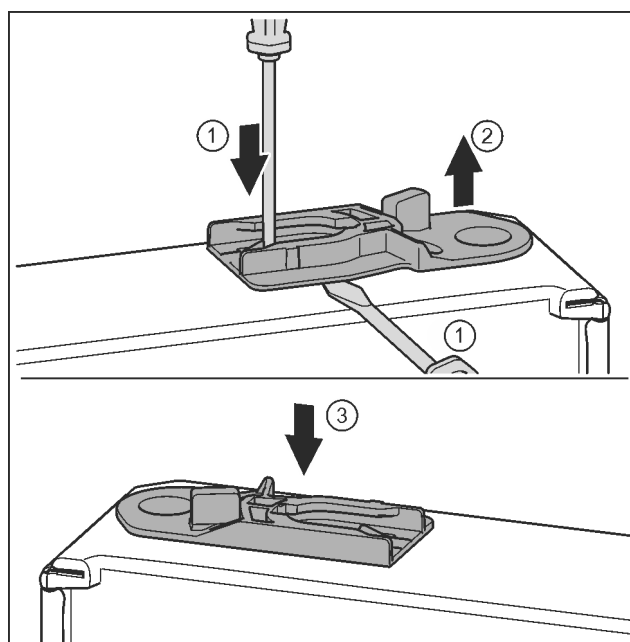

Fig. 32
- ▶ Vytáhněte vodící pouzdro: Stiskněte jazýček šroubovákem a současně plochým šroubovákem zajedte pod vodící pouzdro. Fig. 32 (1, 2)
- ▶ Vodicí pouzdro přiložené v příslušenství zasuňte na druhé straně pláště. Fig. 32 (3)